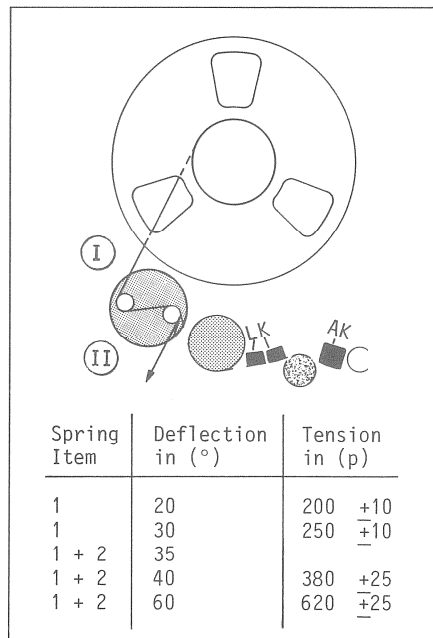

Fig. 3.6.9
Feder [2] vom Bolzen [13] aushängen. Die Position a, b und d einstellen. Die Zugkraft der Feder [1] nach Fig. 3.6.9 kontrollieren und wenn nötig nachstellen (siehe Abschnitt 3.6.3).
Feder [2] wieder einhängen und Position c einstellen. Die Zugkraft des ganzen Federsystems nach Fig. 3.6.9 kontrollieren und wenn nötig nachstellen (siehe Abschnitt 3.6.3).
Unhook spring (2) from pin (13). Adjust items a, b, and d. Check whether the tension of spring (1) corresponds to the values specified in Fig. 3.6.9 and readjust if necessary (refer to section 3.6.3).